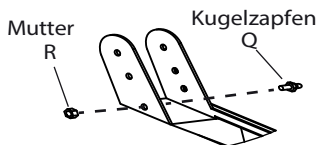

Abbildung 1a
Befestigen Sie die Kugelzapfen(Q) in der untersten Bohrung der Flügelanker. (siehe Abb. 1a)